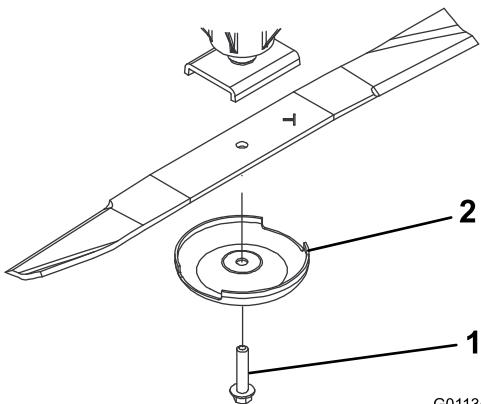

Figura 83
2. Fixe a extremidade da lâmina utilizando um pedaço de tecido ou uma luva grossa. Retire o parafuso da lâmina, o recipiente antidanos e lâmina do eixo (Figura 83).
3. Instale a lâmina, com a aba voltada para a plataforma de corte, com o recipiente antidanos e o parafuso da lâmina (Figura 83). Aperte a porca de bloqueio com 115 a 149 N·m.
Se a lâmina continuar a sofrer este tipo de desgaste irá formar-se uma ranhura entre a aba e a parte plana da lâmina (Figura 83). Eventualmente, pode soltar-se algum pedaço da lâmina e projetar-se, ferindo-o a si ou a qualquer pessoa próxima.